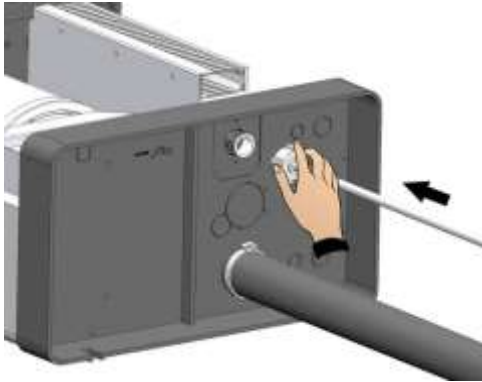

Fig. 11
7. Conecte la línea de carga del agua a la conexión $\frac{3}{4}$ GAS del la electroválvula ubicada debajo del humidificador (fig. 11 y 12).